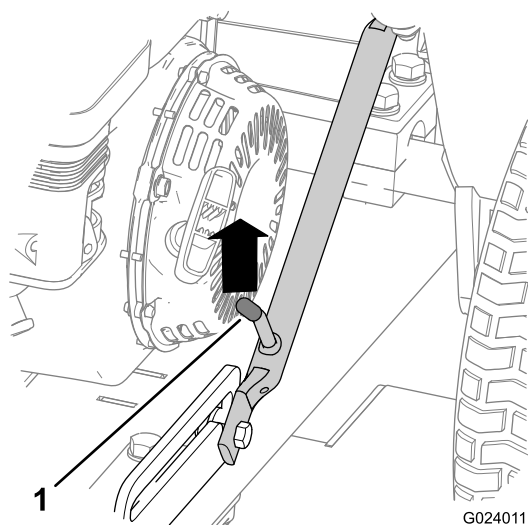
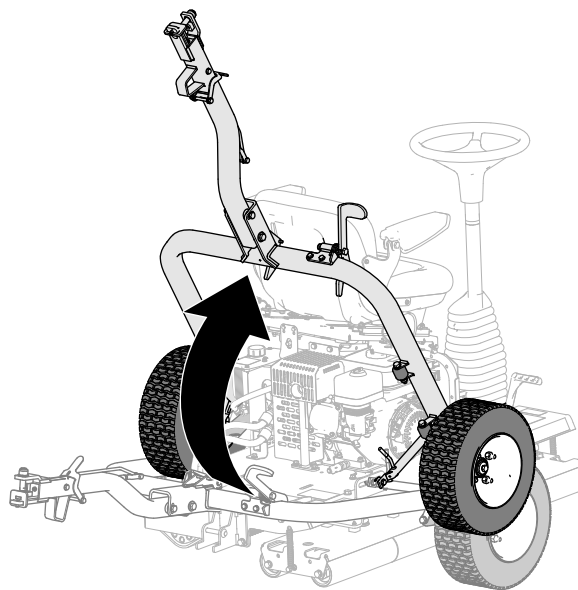

Figura 18
Figura 23
1. Împingi în sus ansamblul dispozitivului de remorcă până când maneta de fixare este deblocată din opritorul glisorului (Figura 18).
5. Ridicați dispozitivul de remorcare (Figura 23) până când maneta de fixare este blocată în opritorul glisorului (Figura 18).